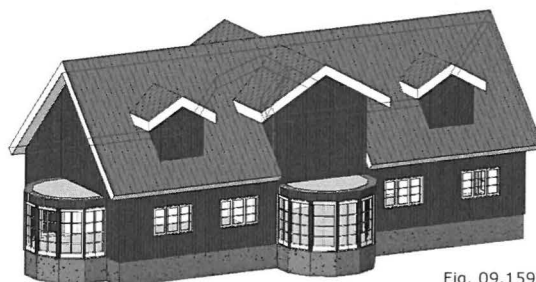

Fig. 09.159.
- Marker det store tag, da det er dette vi skal skære hul i (Fig. 09.159).